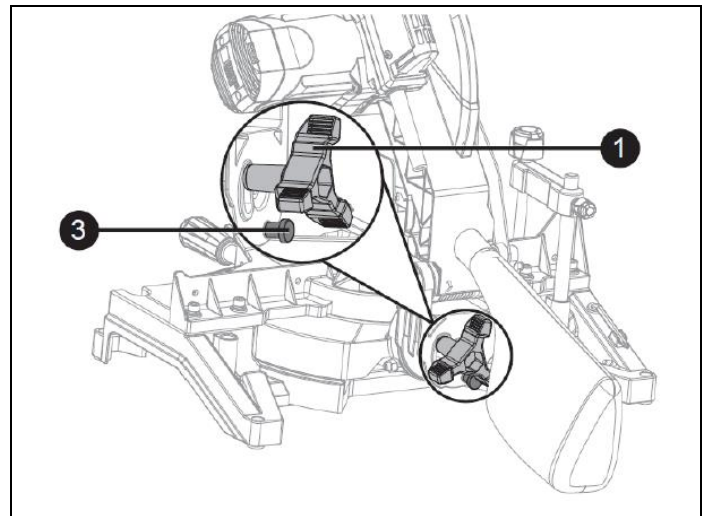

Рисунок 21
5.3 Наклонный рез (Рис. 21–22)